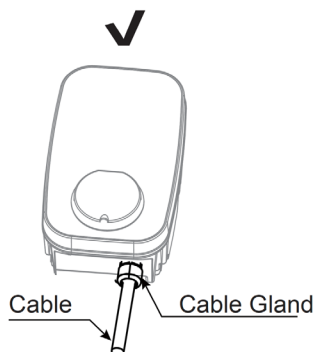

Fig. 6
- Opzione 1: Ingresso dal basso (consigliato): il cavo entra dal basso e viene sigillato con il pressacavo. Fig. 6